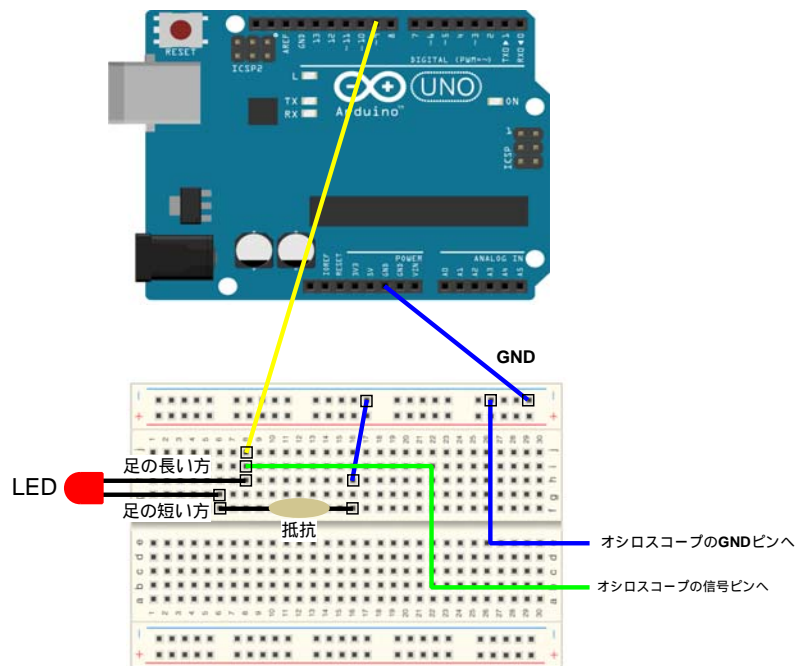

図 5: 接続図
- 【1】図 5 のように Arduino , LED , 抵抗等を接続
- 【1】 図 5 のように Arduino , LED , 抵抗等を接続